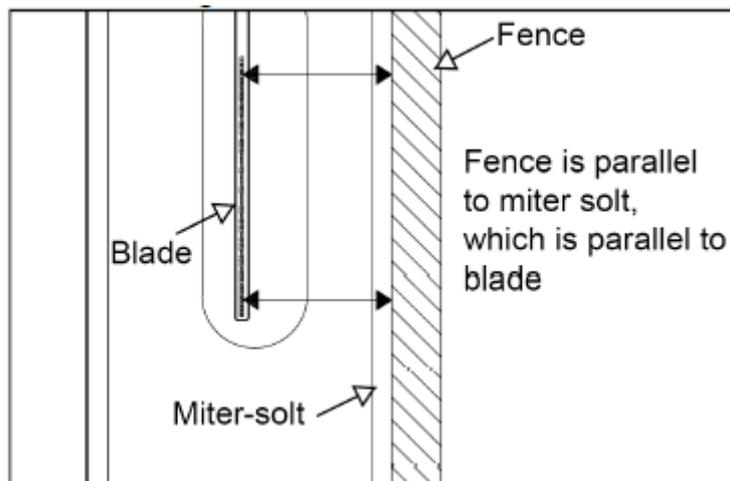

Рис.11
3. Проверьте параллельность и перпендикулярность параллельного упора (Рис.11)
Как показано на Рис.11, после закрепления упора убедитесь, что он расположен параллельно пазу пилы, который параллелен пильному диску. И убедитесь, что расстояние $L1 > L2$, $L1-L2 < 0,4$ мм ($1/64$ "), что создает немного больший зазор между упором и пильным диском в задней части, чтобы снизить риск связывания или пригорания заготовки при ее подаче.